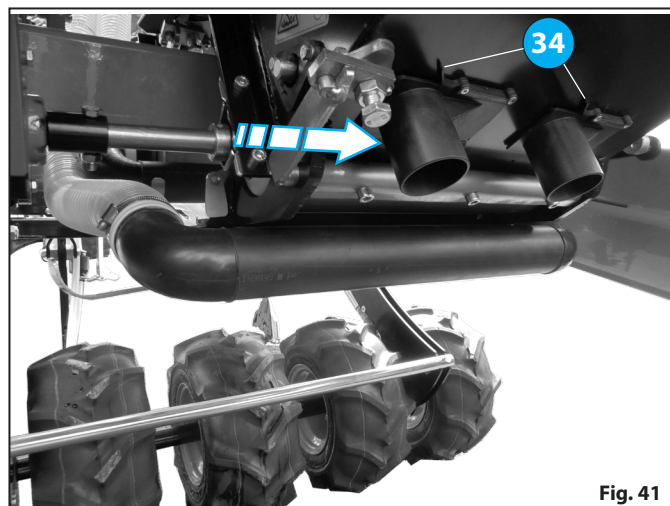

Fig. 41
- W celu otwarcia otworów wysypowych unieść listwy **34**, popchnąć otwory celem opróżnienia zbiorników "Fig. 41".